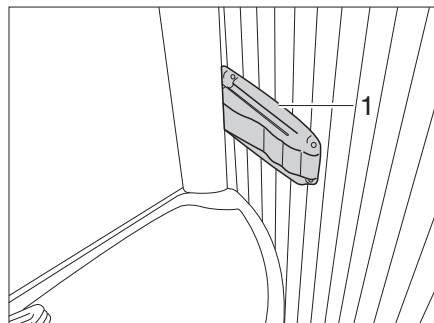

Bild 379 Vario-Toilette, Arretierung der Duschwand
- Arretierung (Bild 379,1) rechts am Waschbeckenrand eindrücken und am Waschbecken leicht ziehen. Das Waschbecken bewegt sich mit der Rückwand nach vorn.